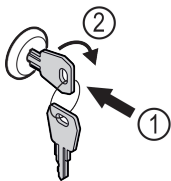

Fig. 127
- ▶ Пъхнете ключа Fig. 127 (1).
- ▶ Завъртете го на 90° по посока на часовниковата стрелка Fig. 127 (2).